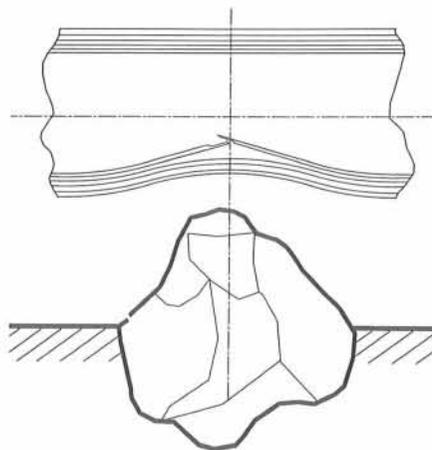

Abb. 3a: Heftiger Stoß eines Carbonrohrs gegen einen harten Gegenstand
► Wird die Belastung nicht durch die Verstärkungsfasern aufgefangen, so versagt die Matrix, normalerweise durch Delamination der Faserschichten. (Abb.3a)